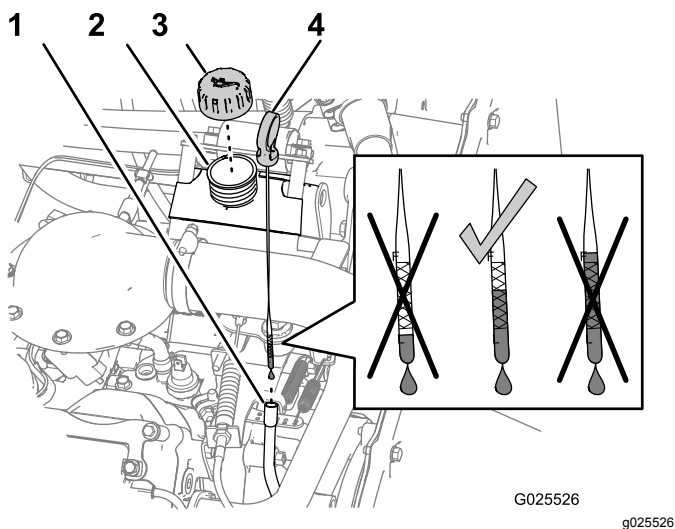

Figura 42
4. Togliete l'asta di livello ed asciugatela con un panno pulito (Figura 42).
6. Rimuovete l'asta e controllate il livello dell'olio (Figura 42).
7. Se il livello dell'olio è basso, togliete il tappo di rifornimento (Figura 42) e versate dell'olio fino a portarne il livello alla tacca Full sull'asta.
8. Montate il tappo di riempimento sul bocchettone di riempimento (Figura 42).
9. Inserite saldamente l'asta di livello (Figura 42).